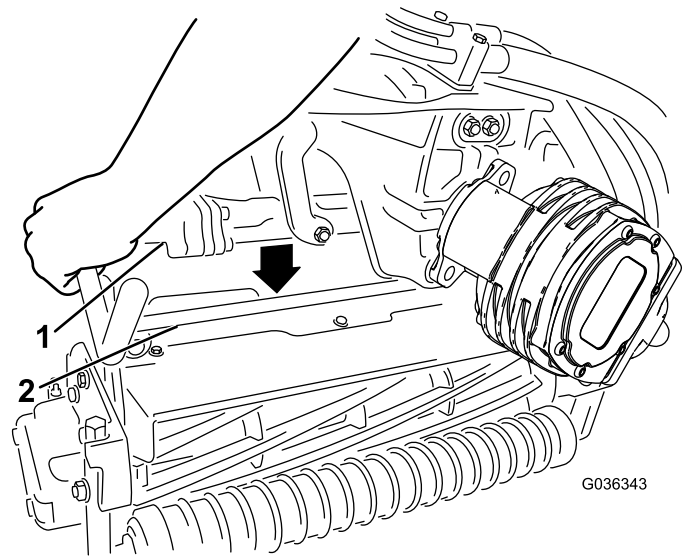
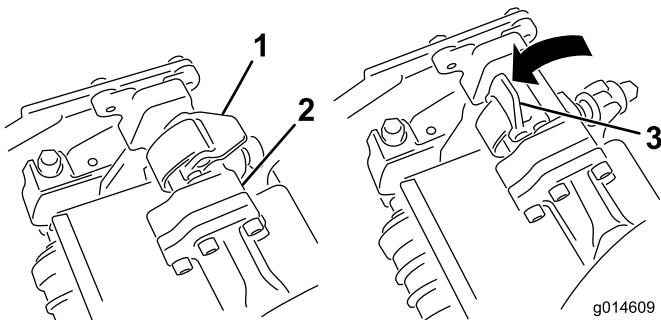

Figura 33
Figura 32
4. Con los enganches del brazo de suspensión orientados hacia arriba (es decir, abiertos (Figura 32)), empuje hacia abajo el brazo de suspensión de modo que la barra encaje en la barra situada en la parte superior de la unidad de corte (Figura 33).
5. Presione los enganches hacia abajo alrededor de la barra de la unidad de corte y bloquéelas (Figura 32).
5. Abra los enganches de la barra del brazo de suspensión de la unidad de corte que está retirando (Figura 32).